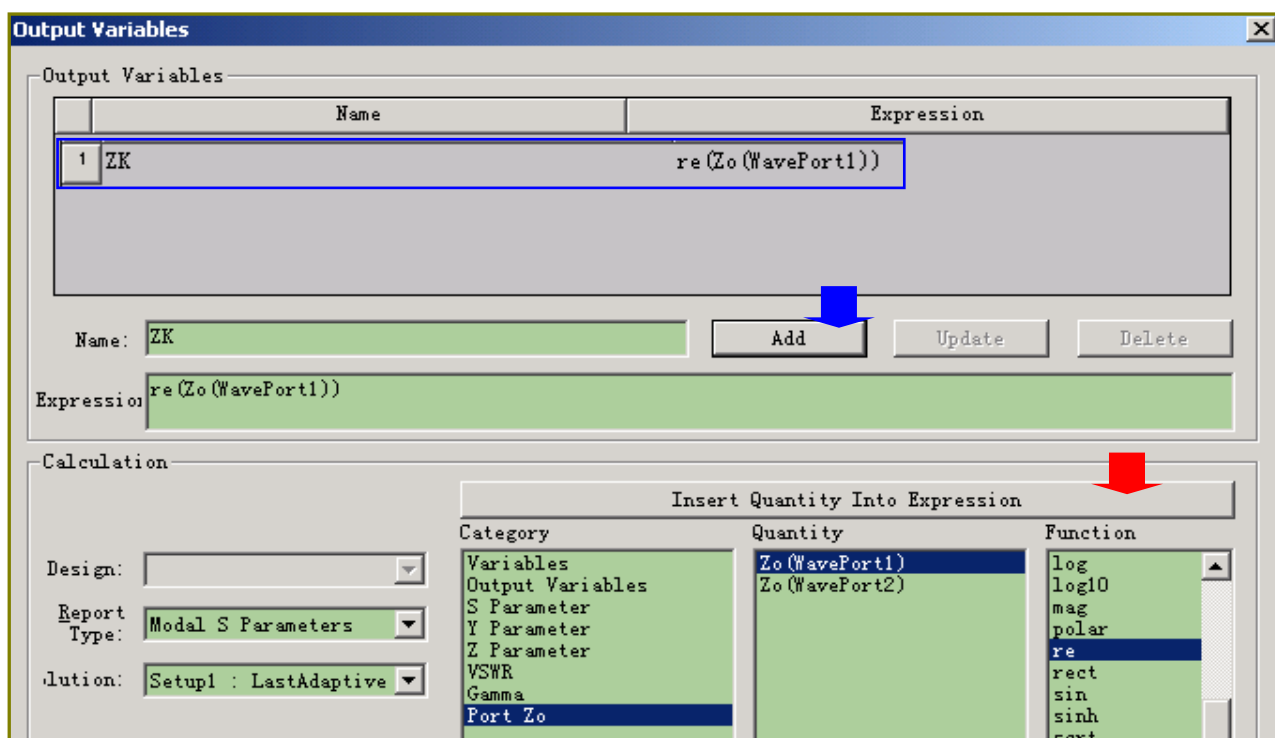

图 2.12 输出变量设置界面
- 2) 点击该窗口中 Edit Calculation 按钮，出现输出变量设置窗口（图 2.12）
在图 2.12 窗口的左下边，默认的两个设置是：